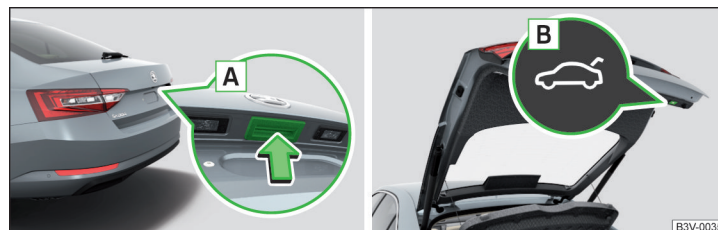

Abb. 45 Klappenbedienung
- ▶ Durch das Drücken des Griffs **A** » Abb. 45.
- ▶ Durch das Drücken der Taste **B** » Abb. 45.
- ▶ Die Taste **B** » Abb. 45 auf Seite 63 drücken und für länger als 3 Sekunden halten.
Die Klappe reagiert nicht auf ein Öffnungssignal	Entfernen eines eventuellen Hindernisses (z. B. Schnee), erneutes Öffnen der Klappe » Seite 63 Drücken des Griffs A » Abb. 45 auf Seite 63 und Ziehen der Klappe nach oben